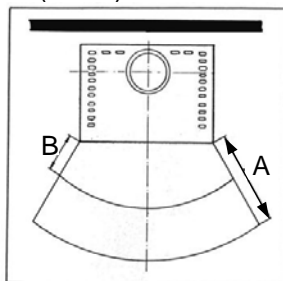

Bild 8
Im Sichtbereich (Strahlungsbereich) des Feuers muss zu brennbaren Bauteilen, Möbel oder auch z.B. zu Dekostoffen ein Abstand von mindestens **80 cm** (A), gemessen ab Vorderkante Feuerraumöffnung eingehalten werden. Der Sicherheitsabstand reduziert sich auf **40 cm** (B), wenn ein belüfteter Strahlungsschutz vor das zu schützende Bauteil montiert wird (Beispiel siehe Bild 8)